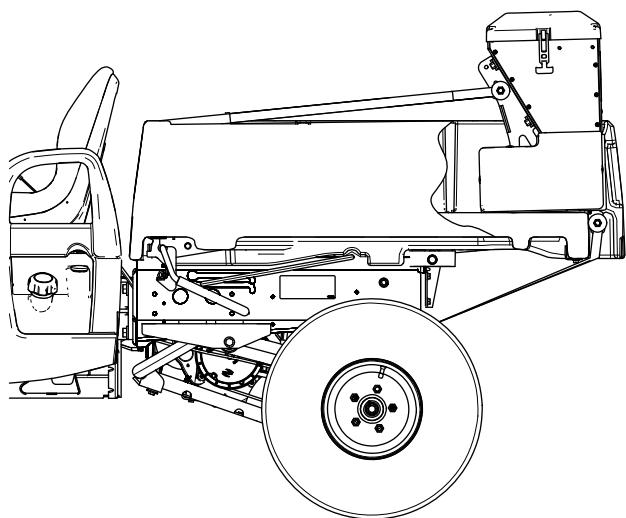

Figura 19
2. Deslice el esparcidor sobre la plataforma del UTV hasta que los topes de la plataforma toquen la plataforma (Figura 19).